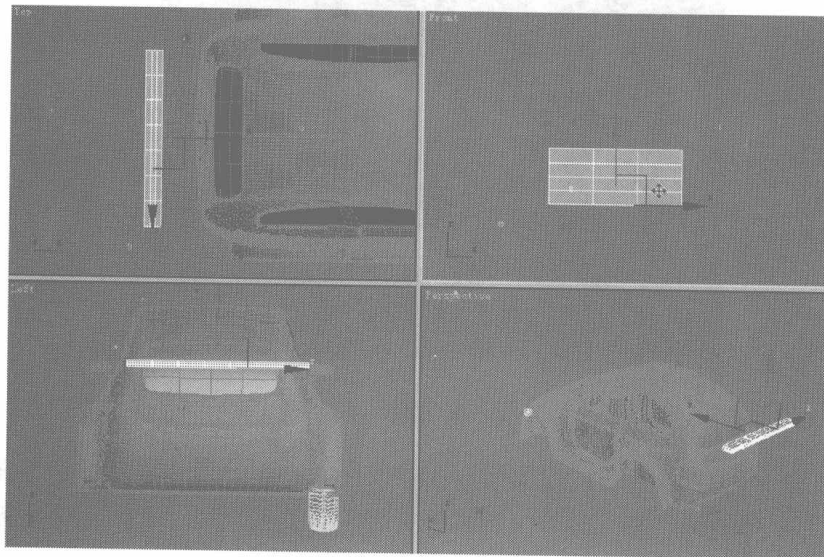

图 7.212
- 26 单击 ，进入创建面板，单击 按钮，选择 **Standard Primitives** 类型，单击 **Box** 按钮，在 Top 顶视图中创建一个 Box 物体。单击右键，在弹出的快捷菜单中选择 Convert to Editable Poly 命令，将该物体转换为可修改的 Polygon 模型。如图 7.212 所示。